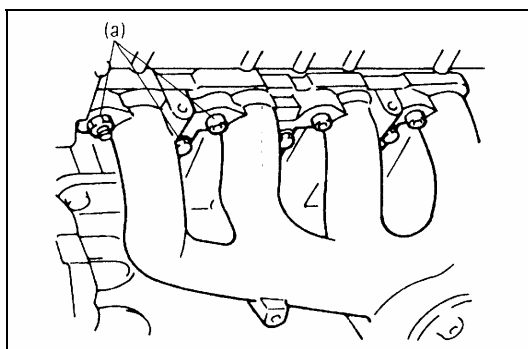

Рис. 4-28.
- 2). Установить заднюю скобу крепления двигателя и затянуть гайки и болты корпуса выпускного коллектора до момента затяжки, указанного в спецификации, Рис. 4-28.